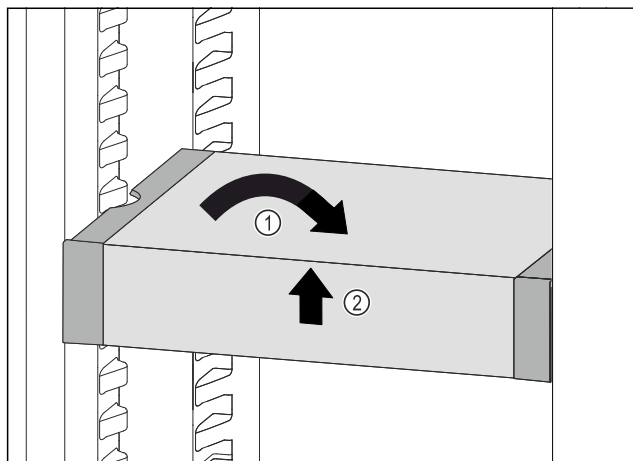

Fig. 57
- ▶ VarioSafe postavte rovno. Fig. 57 (1)
- ▶ VarioSafe nadvihnite vpredu. Fig. 57 (2)